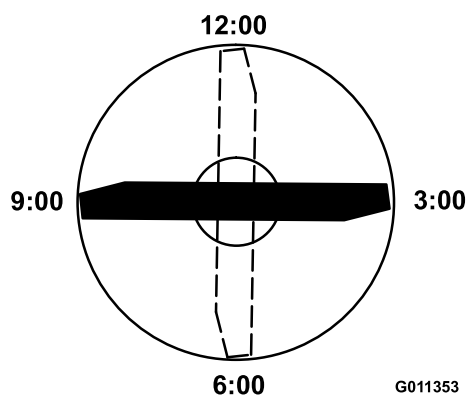

Рисунок 70
измерьте высоту от стола до режущей кромки ножа (Рисунок 70).
4. Поверните отмеченный конец ножа в положения «3 часа» и «9 часов» и измерьте значения высоты (Рисунок 70).